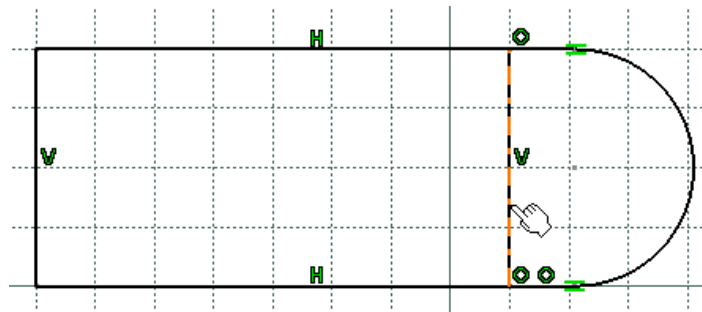

Рис. 20
3) Вибрати лінію прямокутника як показано на малюнку (Рис. 20).